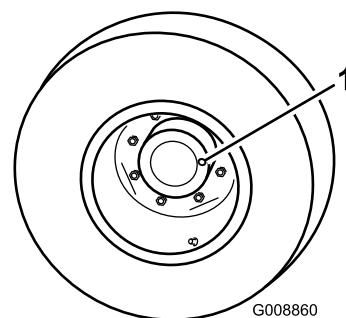

Figura 42
il tappo di controllo/riempimento (Figura 42) si trovi nella posizione ore tre o nove.
2. Togliete il tappo dal ruotismo planetario (Figura 42). L'olio deve raggiungere la base del foro di controllo sul lato posteriore del freno.